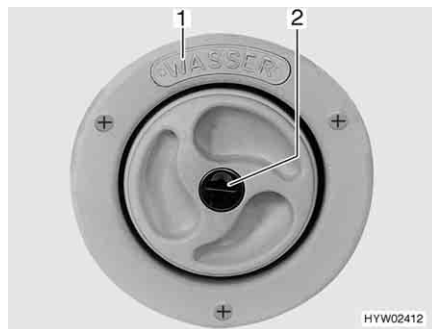
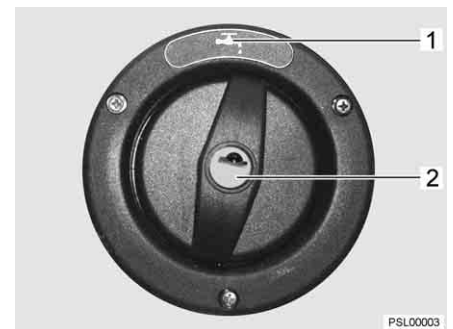

Fig. 146 Bec de remplissage d'eau potable
Fig. 147 Bec de remplissage d'eau potable (alternative)
Le bec de remplissage d'eau potable porte l'inscription "WASSER" (eau) (Fig. 146,1) ou le symbole "☰" (Fig. 147,1). Le couvercle de fermeture est ouvert et verrouillé à l'aide de la clé pour les serrures extérieures.
- Ouvrir le bec de remplissage d'eau potable (Fig. 146 ou Fig. 147) (voir chapitre 6).